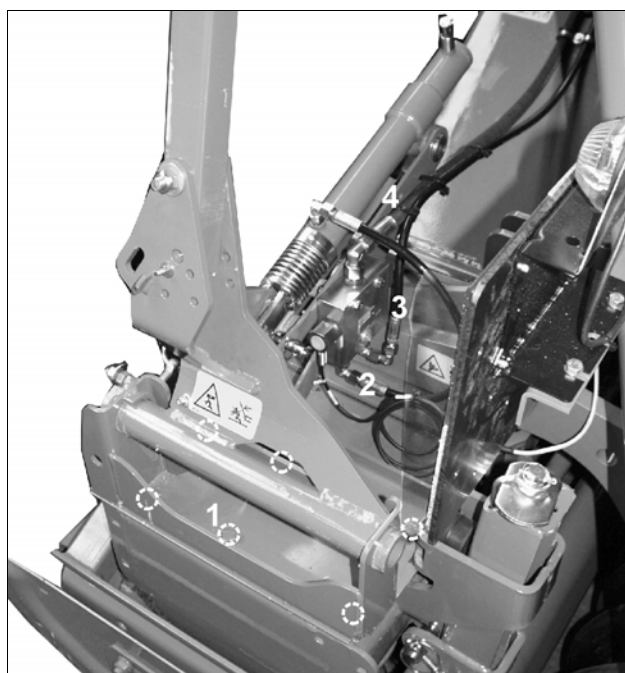

Fig. 22
- Højre og venstre markør monteres på KG-/KE ved hjælp af 6 skruer (Fig. 22/1).
- Den allerede monterede hydraulikblok flyttes over på den venstre markør som vist i Fig. 22.
- Tilkobling til venstre markør (Fig. 22/2).
- Tilkobling til højre markør (Fig. 22/3).
- Tilkobling til traktorens styreventil (Fig. 22/4).